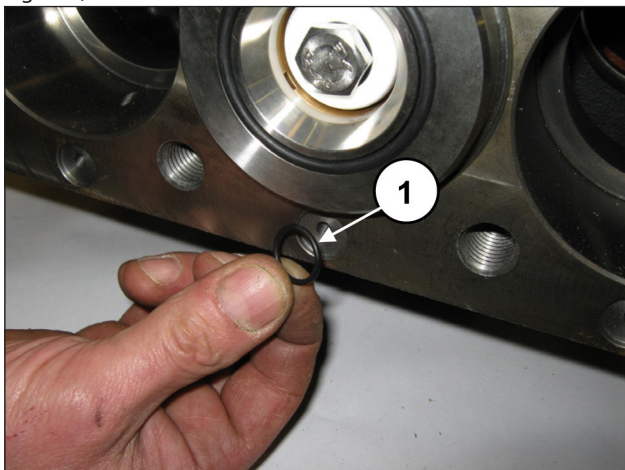

Fig. 134
Applicare i 6 O-ring frontali del carter pompa (pos. ①, Fig. 134).